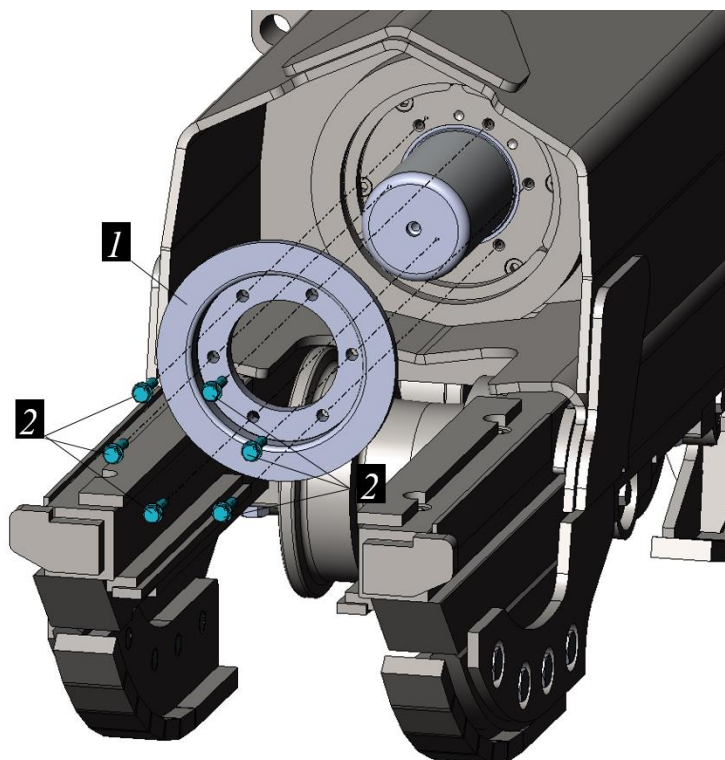

Рисунок 12.28. Монтаж крышки
- ▶ Смонтировать крышку 1 с помощью крепежных болтов с шайбами 2, рис. 12.28.